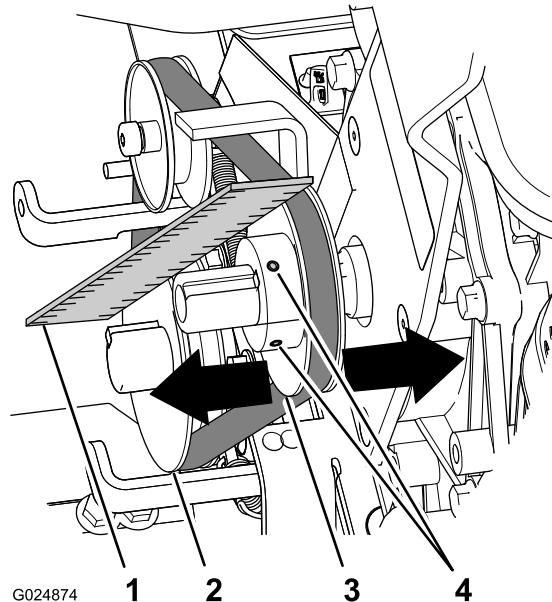

Figure 24
- A. Desserrez les 2 vis de fixation de la poulie du moteur à l'arbre du moteur (Figure 24).
- B. Frappez doucement sur la poulie du moteur pour la rapprocher ou l'éloigner du moteur jusqu'à ce que les poulies de boîtier d'engrenages et de moteur soient alignées sur la règle (Figure 24).
- C. Resserrez les 2 vis qui fixent la poulie du moteur à l'arbre du moteur (Figure 24).
1. Placez une règle en travers de la poulie de moteur et de la poulie du boîtier d'engrenages (Figure 24).